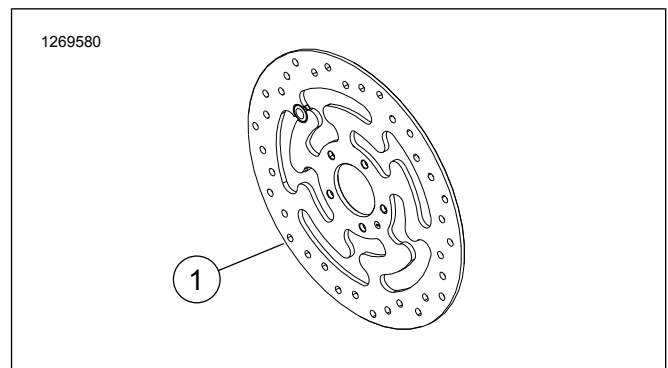

Abbildung 1. Vorderradbremsscheibe
- Bremsscheibenschrauben. Siehe Abbildung 1 und Tabelle 1.